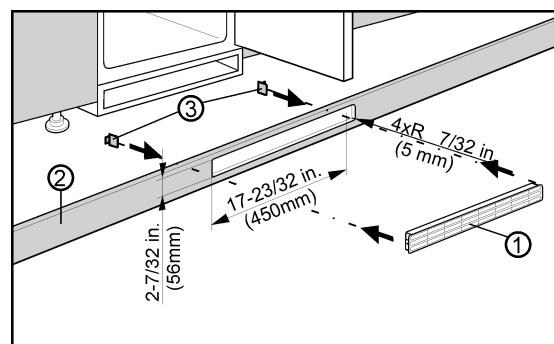

Fig. 3
L'aération du bas passant à travers le fond du placard peut être réalisée à l'aide de la grille de ventilation Fig. 3 (3) fournie ou d'une ouverture d'aération d'une surface minimum de 31 po² (200 cm²). Si vous utilisez la grille de ventilation Fig. 3 (1) fournie, procédez de la manière suivante :
- ▶ Insérer la grille de ventilation *Fig. 3 (1)* dans la découpe pratiquée dans le fond du placard *Fig. 3 (2)*.
- ▶ Insérer le dispositif à encliqueter *Fig. 3 (3)* par derrière dans la grille jusqu'à ce que les crochets touchent le fond du placard.